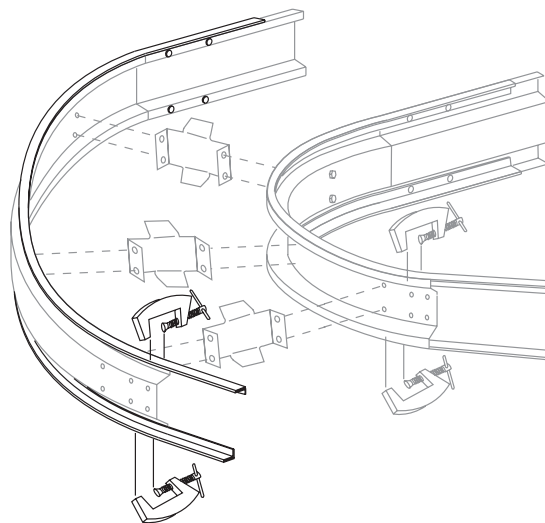

Figura 9
5. Cuando la cinta de desgaste toque fondo contra la estructura lateral, utilice un dispositivo de fijación para sostenerlo en su posición. Vea la *Figura 9*.